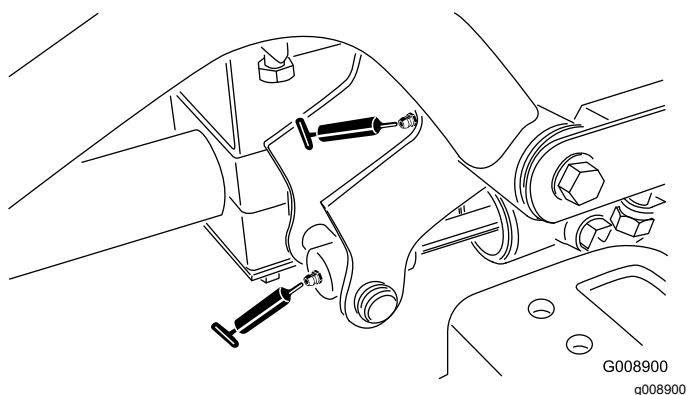

Figura 39
- 2 pivoi bra de ridicare dreapta față i cilindru de ridicare (Figura 39)